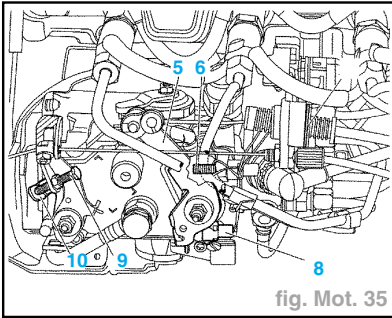

fig. Mot. 35
- vérifier que le levier (5) est en appui sur la vis-butée (6), sinon modifier la position de l'épingle (7) (tension du câble d'accélérateur) (fig. Mot. 35),
- s'assurer qu'en position ralenti le levier (5) est en appui sur la butée (8).